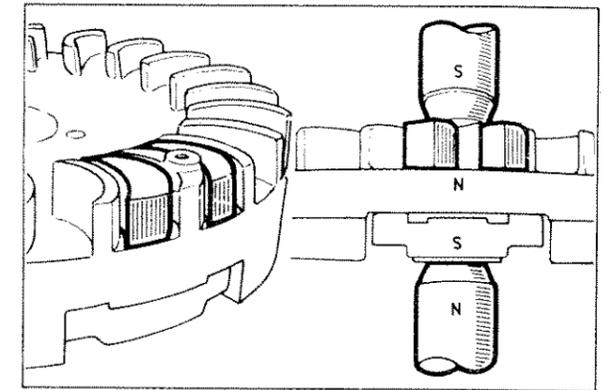

Fig. 41 - Rimagnetizzazione della calamita
- Inserire tra le alette opposte alla calamita dei pezzi di ferro sagomato che ne chiudono i vani (fig. 41). Per motori con rotazione sinistrorsa vale la disposizione opposta.